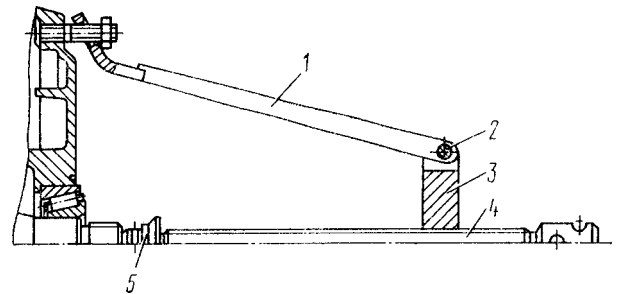

Рис. 231. Снятие ступицы переднего колеса съемником: 1 - лапа; 2 - ось; 3 - траверса; 4 - винт; 5 - наконечник
- снимите ступицу съемником И801.38.000 (рис. 231), для этого наденьте лапу 1 на шпильки ступицы и закрепите гайками колеса. Упирая наконечник 5 в поворотный кулак, вворачивайте винт 4 в траверсу 3 до полного снятия ступицы.